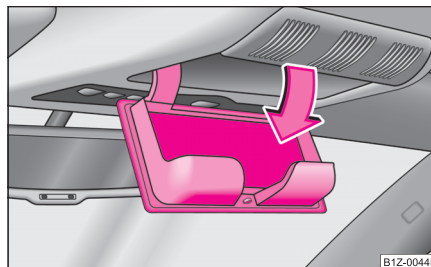

Fig. 82 Partie du revêtement de pavillon: Rangement pour lunettes
- Appuyez sur le couvercle du vide-poches, le vide-poches s'ouvre vers le bas ⇒ page 74, fig. 82.